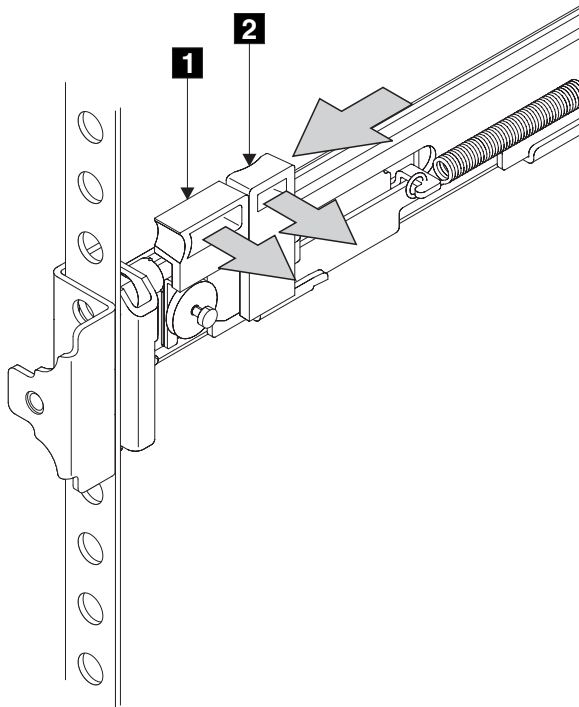

图 31. 关闭插销锁托架组合件
13. 将插销锁²（图 31）推离导轨以放开托架。插销锁托架滑向导轨前端，定位引脚通过前轮缘和前导轨支架中的孔穿出。